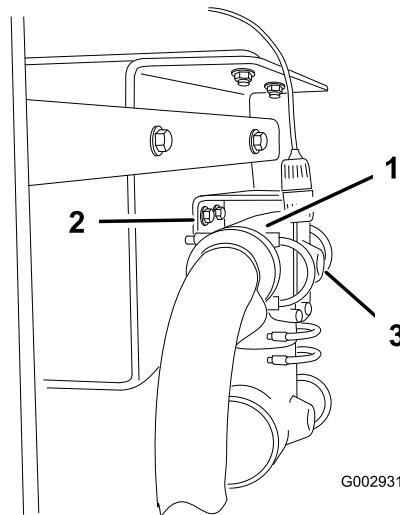

Figura 12
6. Retire los herrajes que sujetan el acoplamiento en T detrás de la válvula de alimentación del brazo de manera que el acoplamiento en T caiga, colgando de las mangueras (Figura 12).
7. Practique con cuidado un taladro (diámetro 1/4 pulgada) en la cara de la acometida de la parte trasera del acoplamiento en T (Figura 12).